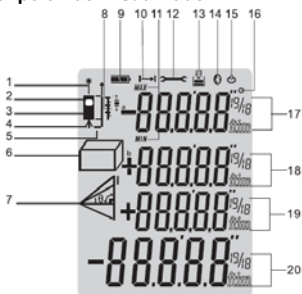

Fig. 2: Descripción de los símbolos en pantalla
- **Trípode** → (vea la Fig. 2 – Pos. 4) Mantenga pulsada la tecla  durante 2s. La medida se realiza desde el hueco de inserción del trípode
- **Nivel del instrumento + atril** → el instrumento está dotado con un atril abatible para apoyar cómodamente la unidad sobre superficies planas (vea la Fig. 3). Con el atril en posición de 90°, desplácelo delicadamente hacia la derecha y ábralo completamente (vea la Fig. 4). En esta posición, apoyando el instrumento sobre un ángulo o un escalón éste se configura automáticamente con el nivel mostrado en la Fig. 2 – Pos. 5). Desplace otra vez delicadamente sobre la derecha y rote el atril para cerrarlo